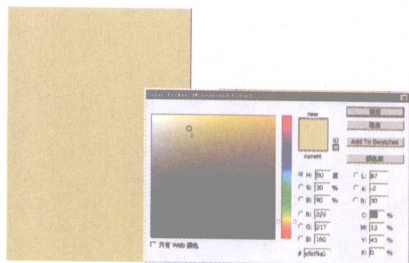

图 1-2
② 在“图层”面板中单击“创建新图层”按钮, 建立一个新图层, 填充其颜色值为 (R:229,G:217,B:160), 效果如图 1-2 所示。